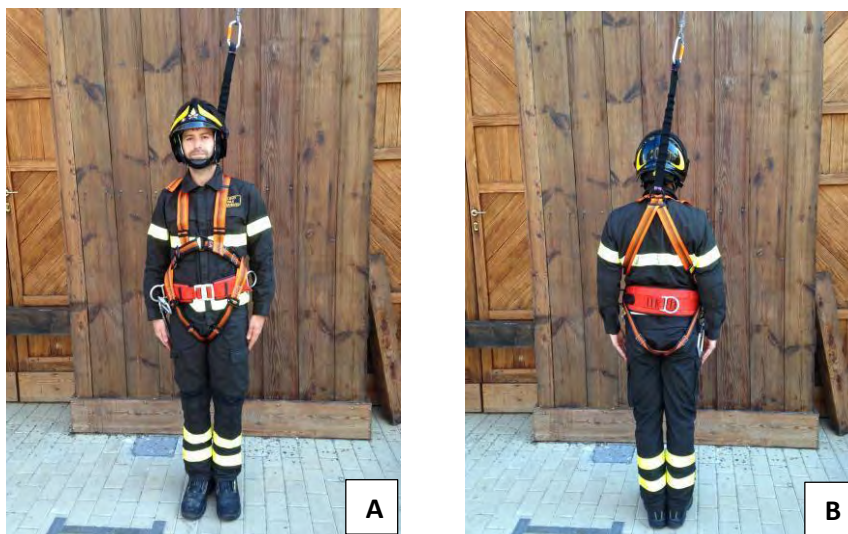

Figura 5: Corretta vestizione di uniforme e DPI e imbrago di sicurezza per il servente n°1.
- **ELMO:** Ben posizionato in testa come da figura e serrato con i regolatori regolari della mentoniera. Dopo aver stretto questi ultimi è obbligatorio verificare che non sia possibile sfilare l'elmo dalla testa del collega con cui stiamo eseguendo il controllo agendo dalla nuca come in figura 5.A.